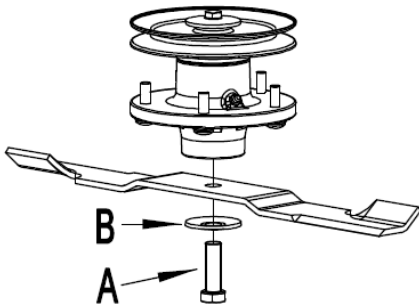

Fig. 12
Rimuovete la vite (A), che ha un filetto destro (Vedi Fig. 12), rimuovete la rondella elastica di tenuta (B), quindi la lama.
- Reinstallate ogni lama sul tosaerba con la parte superiore rivolta verso il piatto di taglio, come mostrato in Fig. 12. Fissate con il bullone di fissaggio e la rondella elastica (Fig. 12) e serrare a 156-163 Nm.